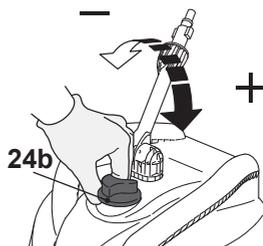

Fig. 15
- > Ajustez la pression de travail de la laveur de sol (24) à l'aide du régulateur (24b) situé au-dessus (Fig. 15).